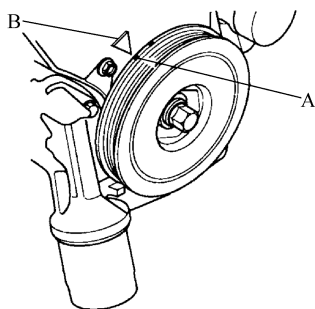

图 2-17 曲轴白色标记对齐指针
1) 旋转曲轴使白色标记(A)与指针(B)对齐, 见图 2-17。